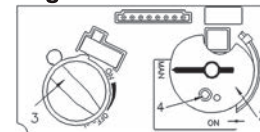

Fig 2
• Mettez le bouton MAN (2) en position ON; réglez le bouton d'admission du gaz (3) au réglage le plus bas (☺).
• Sur la télécommande, appuyez en même temps sur les boutons 'OFF' et  (grande flamme); un court signal sonore indique que l'allumage commence. D'autres signaux sonores indiquent que l'allumage est en cours. Quand la veilleuse est allumée, le bouton des flammes (3) tournera automatiquement au réglage le plus haut. Appuyez sur  (petite flamme) sur la télécommande pour réduire la hauteur des flammes.
4. **ALLUMAGE MANUEL** (fig. 2) : Avec la fenêtre enlevée, repérez la veilleuse (fig. 3) dans la boîte de foyer.